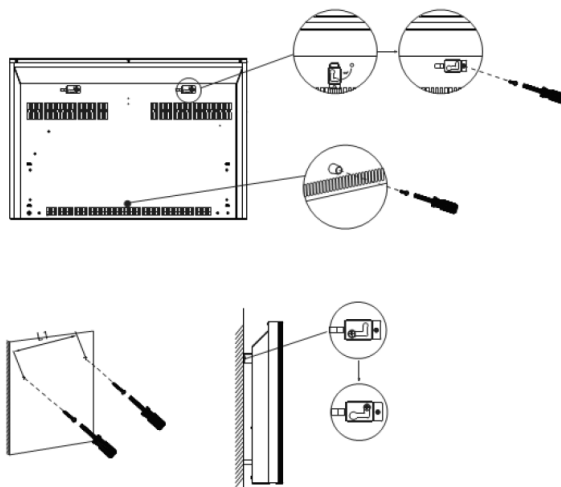

**Рисунок 3**
3. Определите место установки конвектора с соблюдением минимальных расстояний от предметов и пола в соответствии с рис. 2 и рис. 3.